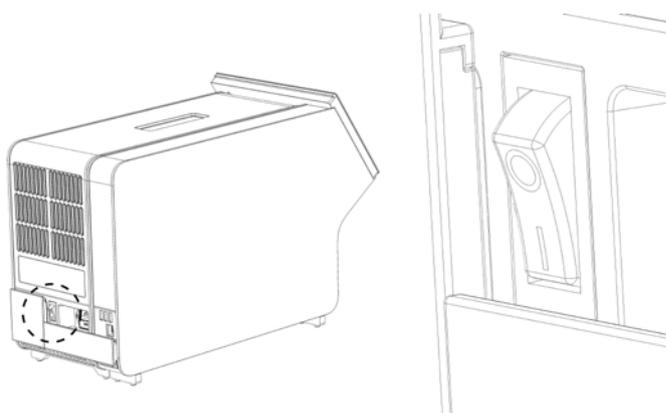

Figure 11. Localisation de l'interrupteur d'alimentation et passage en position « I ».
9. Mettez l'instrument sous tension en plaçant l'interrupteur d'alimentation à l'arrière du module analytique en position « I » (figure 11). Vérifiez que les voyants d'état des modules analytique et opérationnel sont bleus.